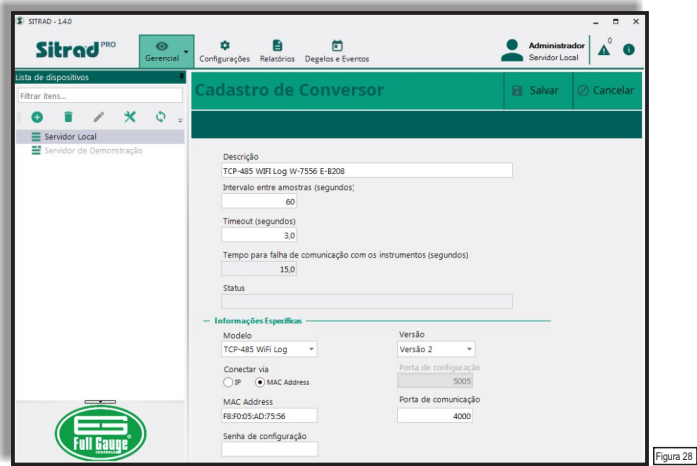

Figura 28
Passo 4: A Figura 28 exibe a guia de **Cadastro de Conversor**. Confira os dados do dispositivo e edite se necessário. O Sitrad^{Pro} identifica o **TCP-485 WiFi Log** como **TCP-485 WiFi Log** com **Versão 2**. O campo **Conectar via** define se o Sitrad^{Pro} reconhecerá o conversor na rede por endereço IP ou MAC. Se o conversor estiver configurado em modo Client com IP dinâmico, é aconselhável selecionar a opção **MAC Address**, pois o IP do dispositivo pode variar dentro da rede. Após configurar os parâmetros desejados clique no botão **Salvar** para cadastrar o conversor no servidor.